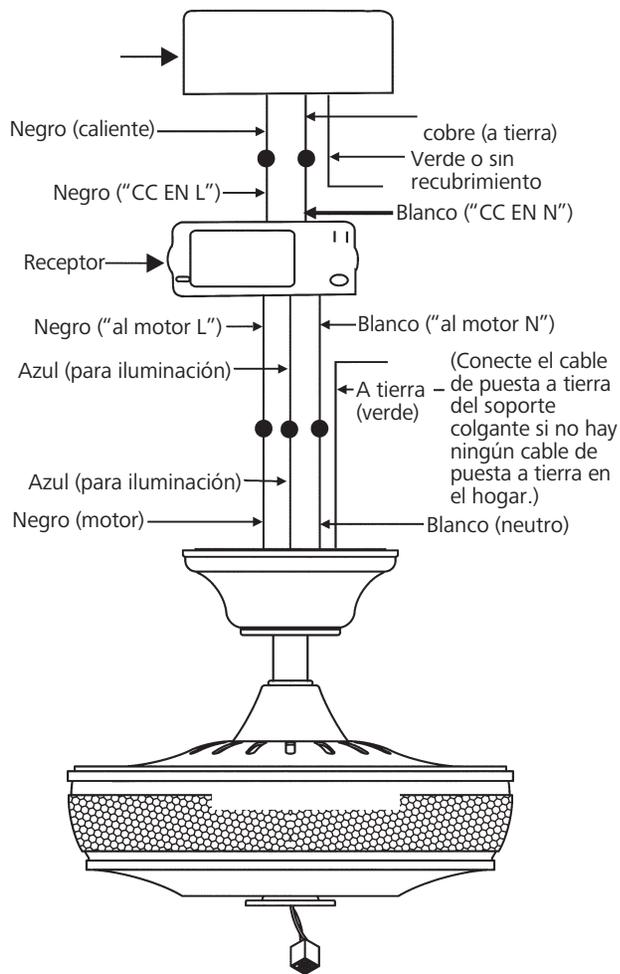

Fig. 14
(Fig. 14)
Paso 3. (Fig. 14) Conexiones eléctricas del receptor a los cables de alimentación del hogar:
Paso 4. (Fig. 14). Si su caja de distribución tiene un cable de puesta a tierra (verde o cobre sin recubrimiento), conéctelo a los cables de puesta a tierra del ventilador; en caso contrario, conecte el cable de puesta a tierra del soporte colgante al soporte de montaje. Asegure la conexión eléctrica con una tuerca de plástica para cable proporcionada. Después de haber conectado los cables, sepárelos de manera que el cable verde y el cable blanco queden de un costado de la caja de distribución y el cable azul y el cable negro queden del otro costado. Empuje con cuidado las conexiones de cables hacia arriba dentro de la caja de distribución.